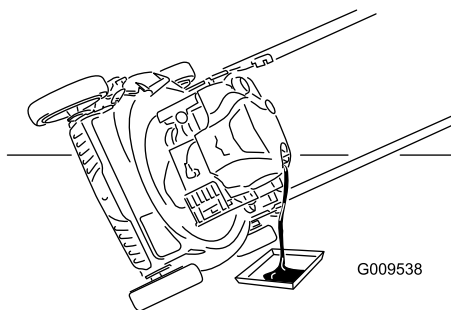

**Figura 20**
3. Retire la varilla (Figura 20).
**Nota:** Si el nivel de aceite está por debajo de la marca **Add** de la varilla, vierta una pequeña cantidad de aceite **lentamente** en el tubo de llenado y repita los pasos 8 a 10 hasta que el nivel llegue a la marca **Full** de la varilla (Figura 20).